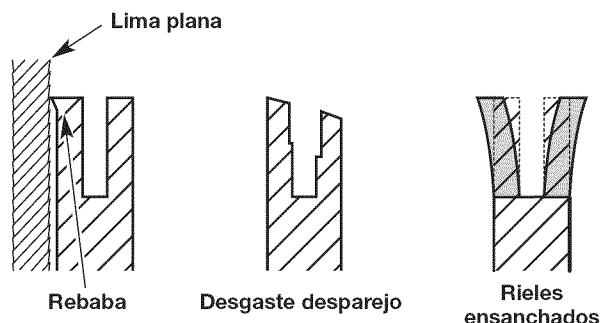

Fig. 40
3. Controle frecuentemente si hay daño en la barra de guía (Fig. 40). El biselado y desbarbado de los carriles de la barra de guía (los rebordes a ambos lados de la canaleta de la barra) es un proceso normal del desgaste de la barra. Estas fallas deben corregirse con una lima tan pronto ocurrén (Fig. 40). Una barra de guía con las fallas siguientes debe ser reemplazada: